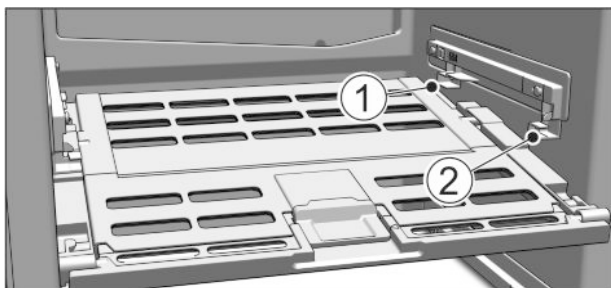

Fig. 10
- ▶ Установка крышки отделения с функцией для хранения овощей и фруктов Fruit & Vegetable-Safe: Вставить поперечные ребра крышки через низ в задний держатель *Fig. 10 (1)* и защелкнуть спереди на держателе *Fig. 10 (2)*.